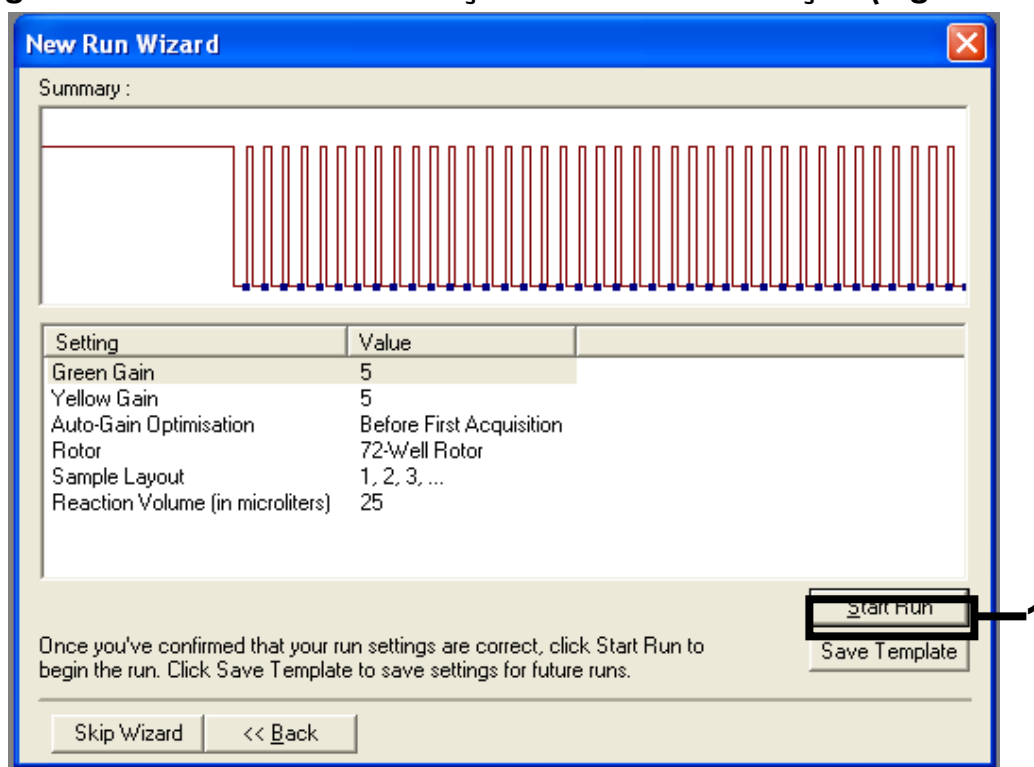

Figura 13. Iniciar a execução.
| Iniciar a execução | Figura 13 |
17. Confira o resumo e clique em “Start Run” (Iniciar execução) para guardar o ficheiro de execução e iniciar a execução (Figura 13).